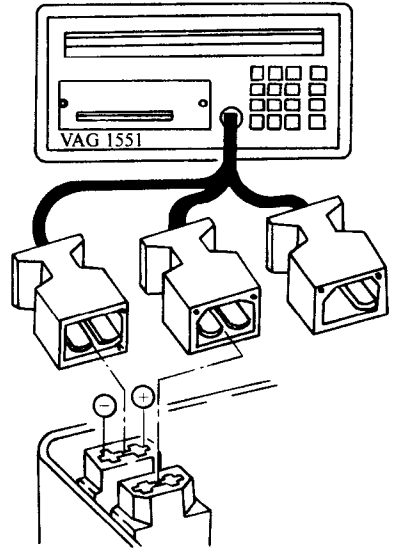

图 5-10 V.A.G1551 的连接
V.A.G1551 的连接如图 5-10 所示。
(1) 关闭点火开关。
(2) 诊断导线 V.A.G1551/1 按下列顺序接在水槽内附加继电器托架旁的诊断插座上：诊断导线 V.A.G1551/1 黑色插头插在黑色诊断插座上，白色插头插在白色诊断插座上。注意：诊断导线 V.A.G1551/1 蓝色插头不用。
(3) 打开点火开关。显示屏显示：